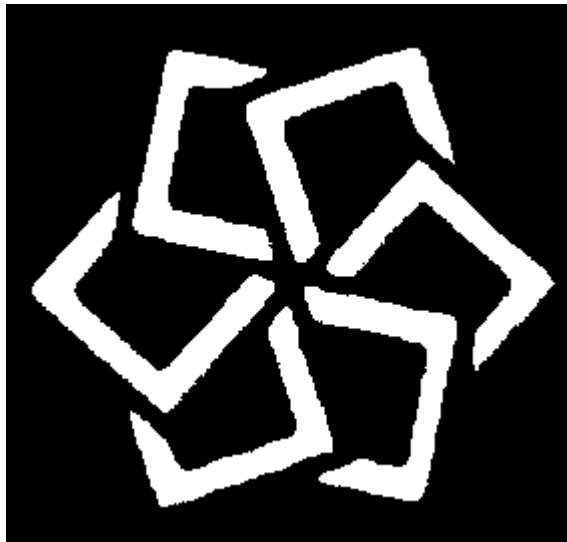

Рис. 2.6.2.
2. Изобразите знак как на (рис. 2.6.2.) для особо одаренных.